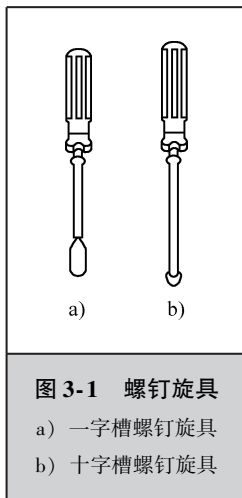

图 3-1 螺钉旋具
(1) 螺钉旋具（俗称螺丝刀） 螺钉旋具是一种用于拧紧或拧松带有槽口的螺钉的手用工具。有一字槽螺钉旋具（一字形螺丝刀）、十字槽螺钉旋具（十字形螺丝刀）等几种，如图 3-1 所示。